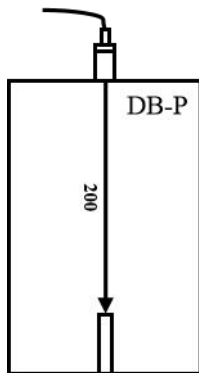

图 4.5 灵敏度余量校验的探测区域
1) 将直探头放置在 DB-P 试块上中心位置处，如图 4.5 所示，移动直探头找到平底孔的最高回波，按住探头并保持不动；
- 1) 将直探头放置在 DB-P 试块上中心位置处，如图 4.5 所示，移动直探头找到平底孔的最高回波，按住探头并保持不动；
1) 将直探头放置在 DB-P 试块上中心位置处，如图 4.5 所示，移动直探头找到大平底的最高回波，按住探头并保持不动；